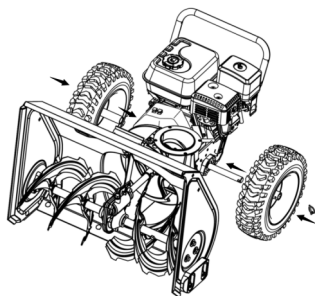

Рис. 2
- Установите колеса на выходной вал и закрепите их болтами (Рис. 2).